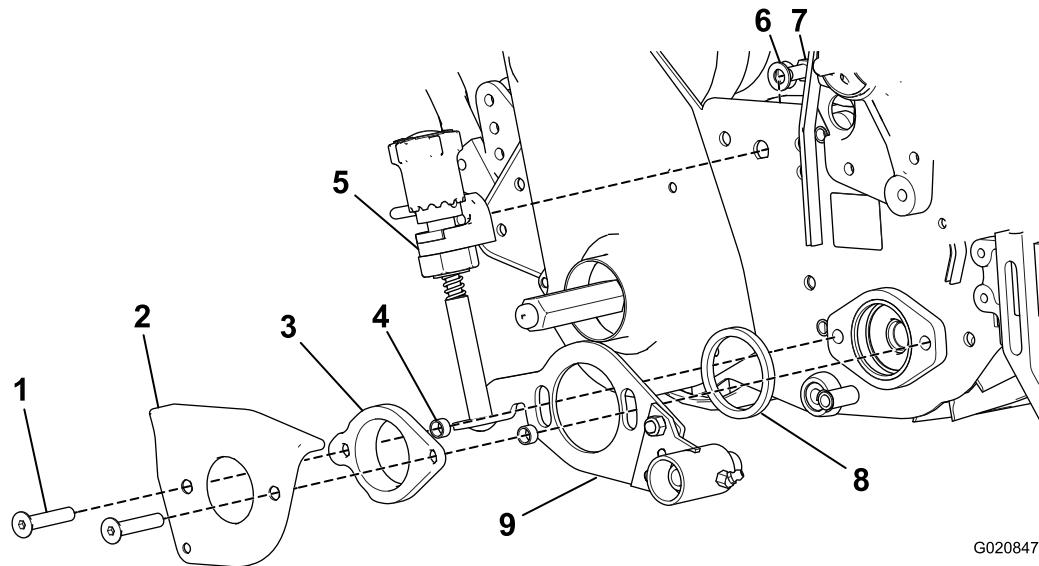

图19
6. 取下疏草刀臂盖 (图19); 保留平头螺丝, 丢弃盖子下面的隔片。
8. 从调节旋钮安装架上卸下弧形垫圈和螺栓 ($^{3/8} \times ^{5/8}$ 英寸) (图19)。
9. 将适配器卡环插入滚刀轴承壳体 (图19)。
10. 将 2 个平头螺丝 ($^{3/8} \times 2$ 英寸) 插入并穿过疏草刀臂盖和轴承适配器, 并将隔片放到每个螺丝上 (图19)。
11. 将疏草刀臂盖、轴承适配器、隔片和疏草刀板总成安装到滚刀轴承壳体上, 将适配器滑动穿过疏草刀板总成内的铜衬套, 并滑入滚刀轴承壳体 (图19)。
13. 使用之前卸下的螺栓 ($^{3/8} \times ^{5/8}$ 英寸) 和弧形垫圈, 将疏草刀调节旋钮总成安装架安装到右侧板 (图19)。